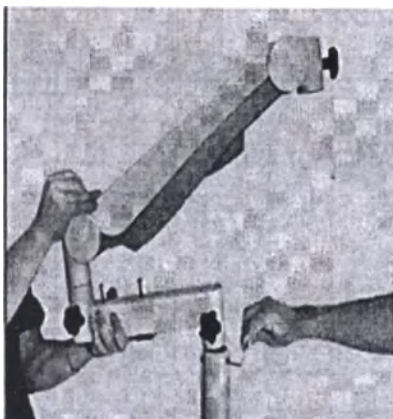

Рисунок 18
4. Ослабьте три винта крепления на приемном конце стойки штатива. Поместите предплечье соединенным с плечом пантографическим, как показано на рисунке, придайте нужное положение и плотно затяните 3 винта с помощью шестигранного ключа (Рисунок 18).